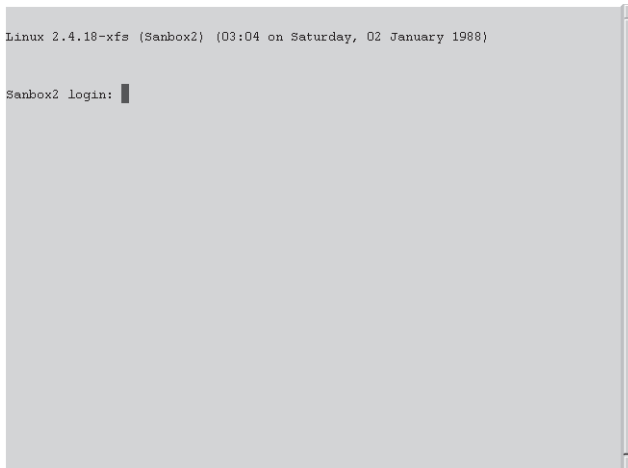

Abbildung 14. Fenster für die Telnet-Anmeldung für das Fibre Channel-Switchmodul
9. Das Fenster für die Telnet-Anmeldung für das Switchmodul wird aufgerufen, wie in Abb. 14 dargestellt.